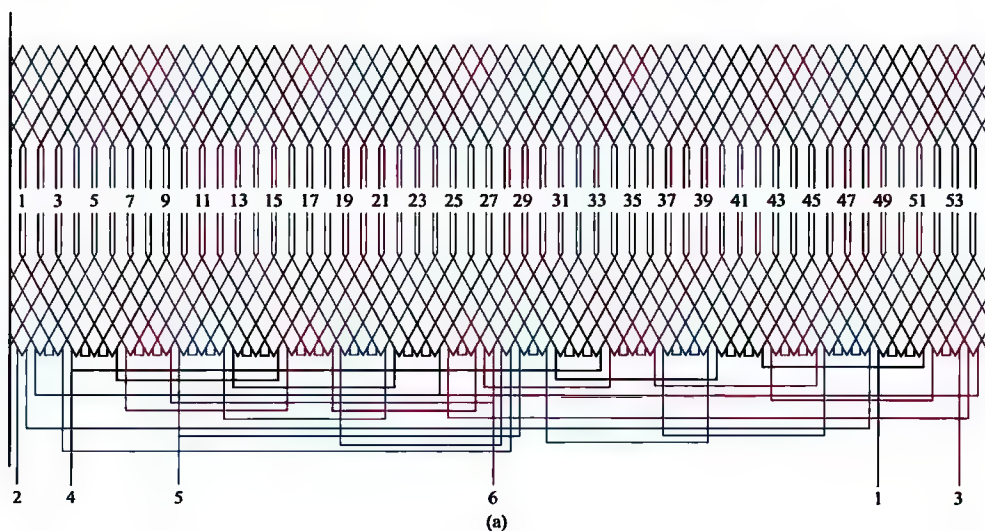

图 2-27 54 槽 8/6 极、Y/2Y 接法绕组 (一)
27. 54 槽 8/6 极、Y/2Y 接法绕组展开图、接线圆图与接线简图 (见图 2-27)